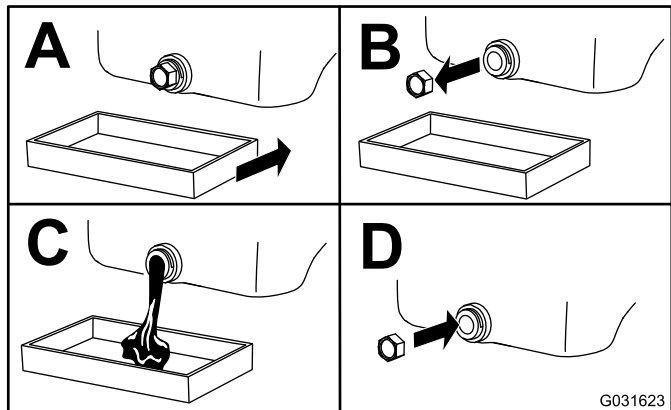

Figura 38
4. Cambie el aceite del motor, según se muestra en la Figura 38.